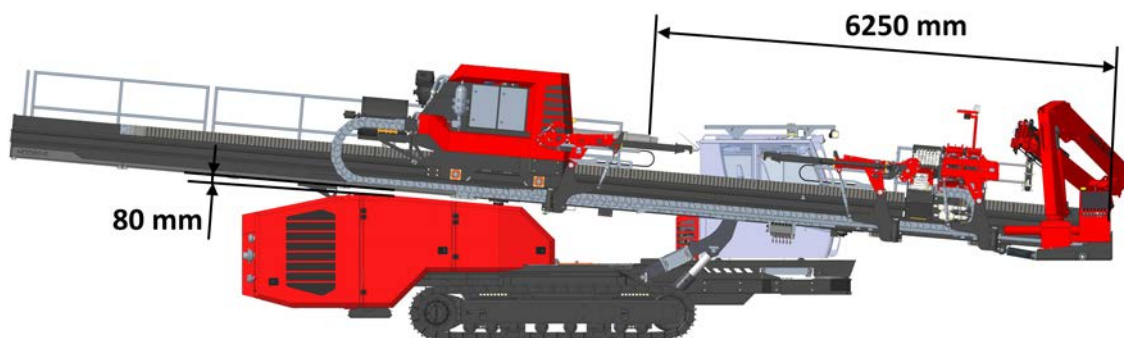

Abb. 7-8: Fahrposition
6. Bewegen Sie den Vorschubschlitten in die gezeigte Position (siehe Abb. 7-8 Fahrposition Seite 79).
14. Bewegen Sie den Mast in Fahrposition (siehe Abb. 7-8 Fahrposition Seite 79):
- Siehe *Abb. 7-8 Fahrposition* Seite 79
7. Bewegen Sie den Vorschubschlitten in die gezeigte Position (siehe *Abb. 7-8 Fahrposition Seite 79*), falls noch nicht geschehen.